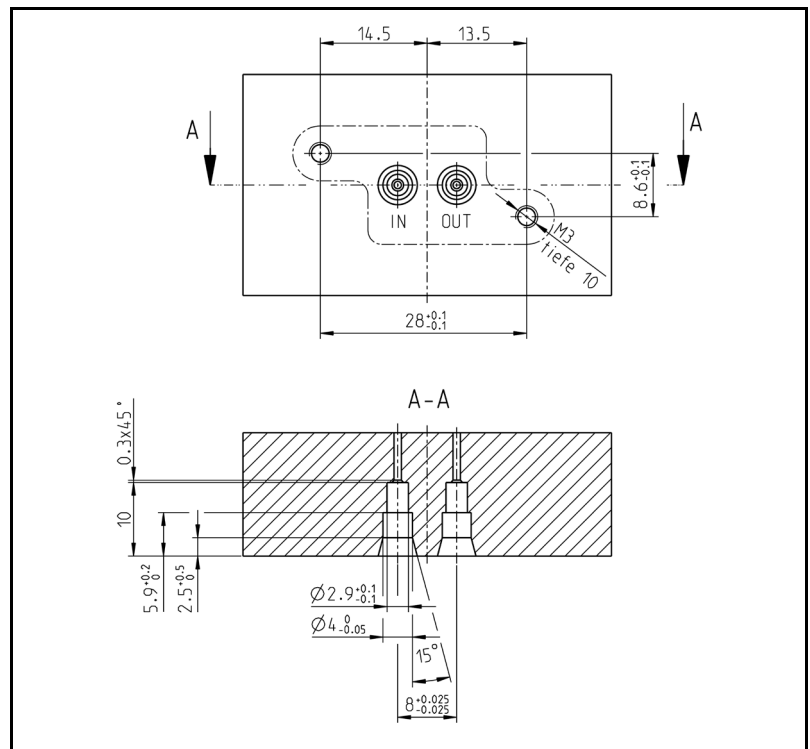

Fig. 6: Anschlusszeichnung
- Das Flanshbild der Anschlussplatte ist der Anschlusszeichnung (Fig. 6) zu entnehmen.